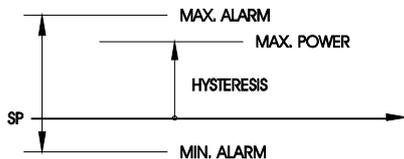

Рис. 1
- **СН=0: прямое воздействие, охлаждение, уменьшение давления:** Количество ступеней производительности увеличивается, если входной сигнал относительно технологического параметра - температура или давление - увеличивается. Рис. 1